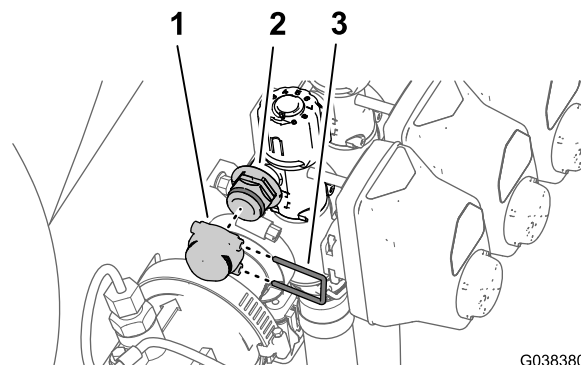

Figure 86
7. Fixez le chapeau sur le raccord rapide (Figure 86) avec l'étrier que vous avez retiré à l'opération 1.